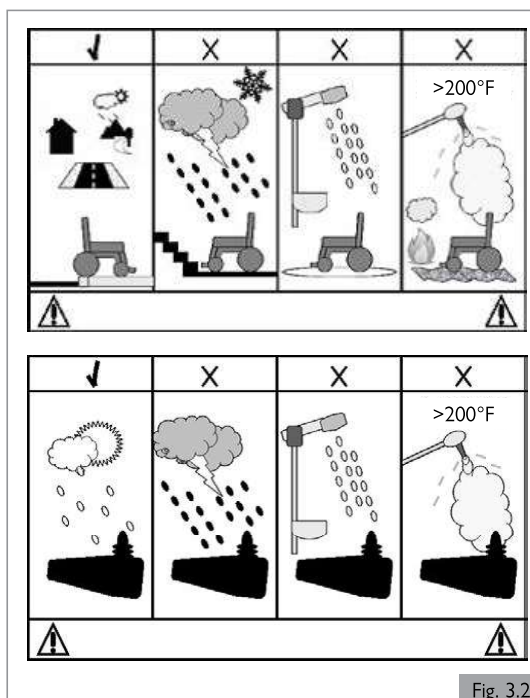

Fig. 3.2
3.2 Champ d'application : Environnement de l'utilisateur (Fig. 3.2)